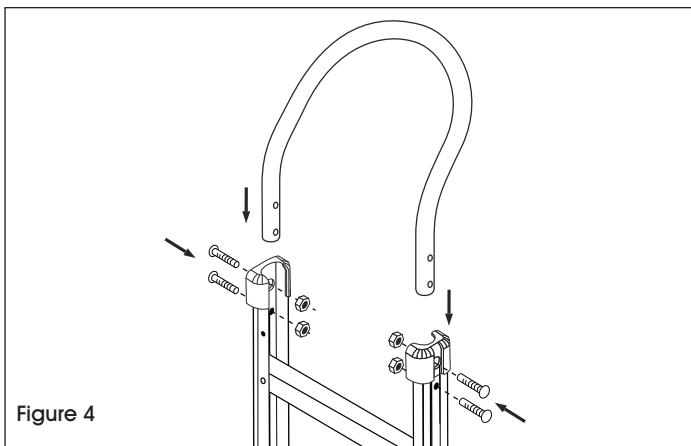

Figure 4
1. Insérez la poignée dans les glissières à l'extrémité supérieure du cadre. Alignez les trous de la poignée et du cadre. Insérez quatre vis à tête cylindrique de 1/4 po-20 x 1 1/2 po à travers les supports et la poignée et fixez-les à l'aide de quatre écrous freinés de 1/4 po. (Voir Figure 4)